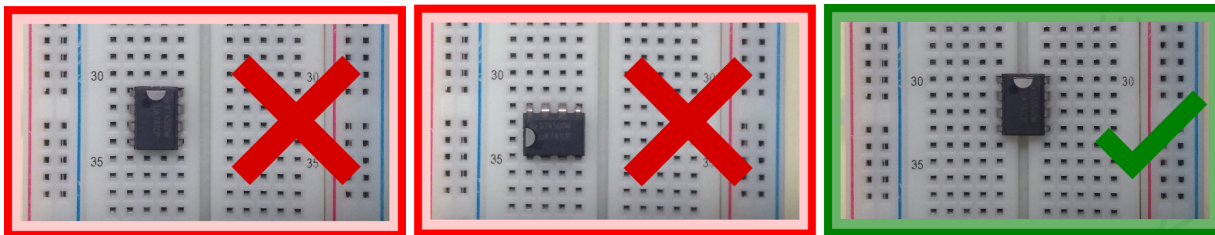

Figura 2.1: Colocación del CI en la placa protoboard.
Para instalar el circuito integrado (IC) en la placa protoboard, es necesario colocarlo de tal manera que los pines estén separados y no conectados entre sí. Para lograr esto, utilizamos la línea divisoria central de la placa. Puedes ver un ejemplo de esta colocación en la Figura 2.1.